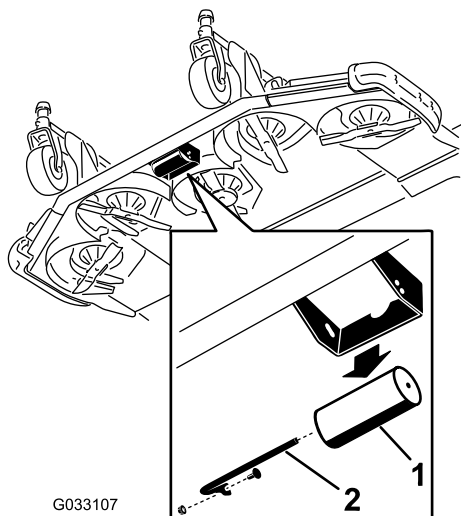

Figura 26
1. Retire el eje del rodillo, el tornillo y la tuerca que sujetan el rodillo al soporte de la carcasa (Figura 26).